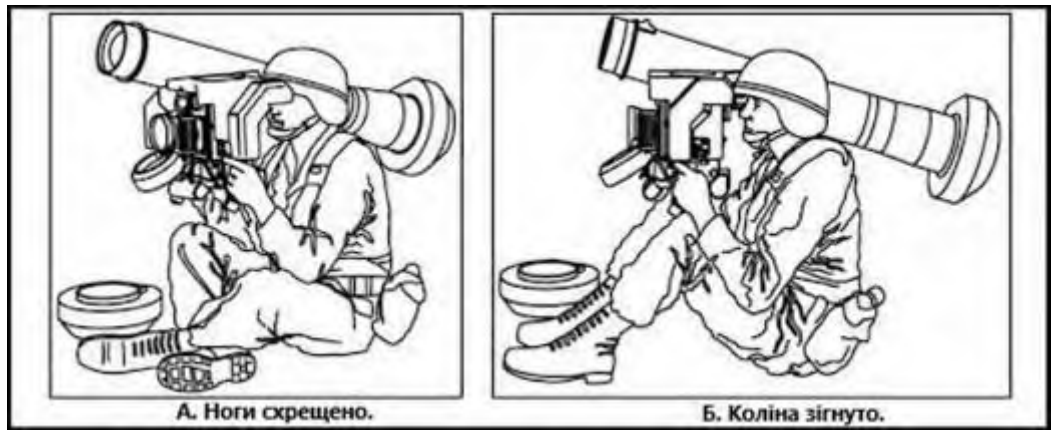

Рисунок 6.43 – Положення сидячі для стрільби з Javelin
- 5) прийняти зручне положення сидячи зі схрещеними ногами (рисунок 6.43А) або зігнутими в колінах (рисунок 6.43Б);